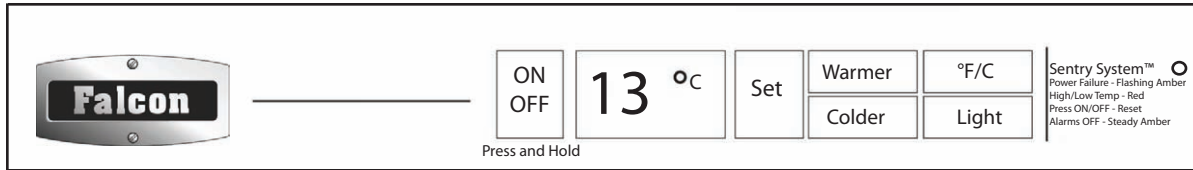

Figure 2
Si le contrôle de votre appareil avait été désactivé (c'est-à-dire unité branchée sur secteur, éclairage intérieur opérationnel et affichage vide), l'unité doit être mise en marche. Pour le faire, appuyez sur le bouton M/A (situé au tableau de commandes) et maintenez-le enfoncé pendant cinq (5) secondes. Reportez-vous à la Figure 2.